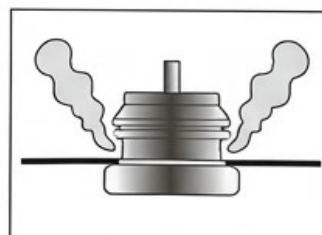

Fig. 7
Quando la pressione è oltre il primo livello la valvola si solleva dalla sua sede (fig. 7).
- SI CONSIGLIA DI SOSTITUIRE LA VALVOLA DI SICUREZZA OGNI TRE (3) ANNI
- NEL CASO SI VERIFICHI PIU' DI UNA VOLTA L'INTERVENTO DEL PRIMO LIVELLO (fig. 7)
- DOPO PIU' DI TRE ANNI E SE SI SIA VERIFICATO L'INTERVENTO DEL SECONDO LIVELLO (fig. 7)